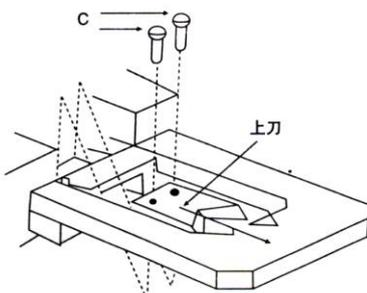

图 3-5
3) 参照图 3-5，取出刀片，然后与取刀片相逆的步骤，依次装入上下刀片。